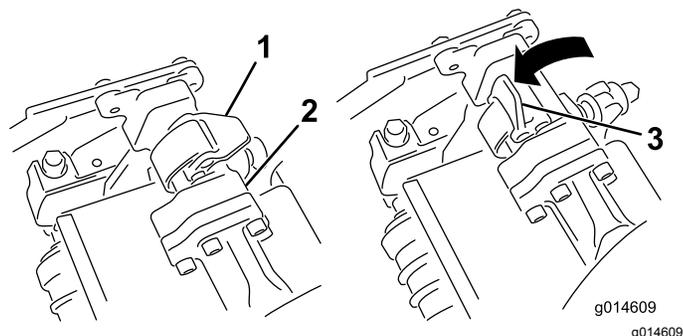

Figura 11
5. Con i fermi del braccio di sospensione rivolti verso l'alto (cioè aperti) (Figura 11), premete il braccio di sospensione verso il basso in modo che la barra si inserisca nella barra della parte superiore dell'apparato di taglio (Figura 12).
6. Chiudete i fermi spostandoli verso il basso e attorno alla barra dell'apparato di taglio, quindi bloccateli in posizione (Figura 11).